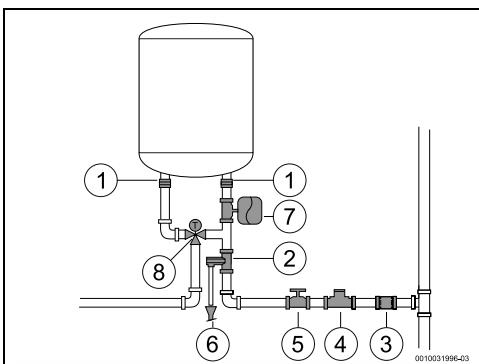

Fig. 13 Ligação de água
- instalar uma válvula redutora (Fig. 13, [4]). A válvula de descarga vai atuar sempre que a pressão da água no aparelho for superior a 8 bar ($\pm 0,5$ bar), pelo que é necessário prever uma forma de canalizar o escoamento dessa água.
- instalar um vaso de expansão (Fig. 13, [7]) para evitar que a abertura da válvula de descarga seja tão frequente. O volume do vaso de expansão deve ser o equivalente a 5% do volume do aparelho.